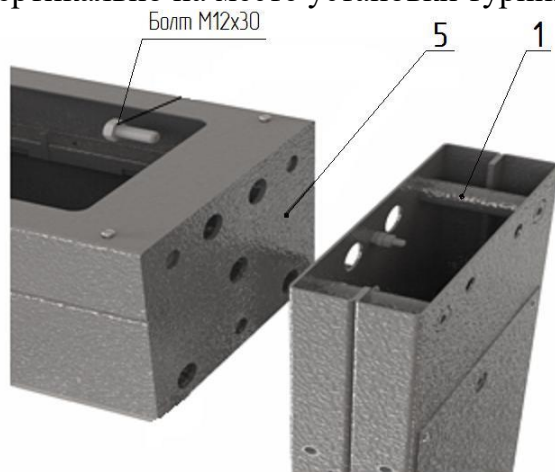

Рис. 1 Соединение стойки крыла прохода **1** с рамой привода **5**
1. Сборка турникета (рис. 1, 2, 3):
– положите на пол, предварительно постелив лист картона, на боковую плоскость раму привода **5** (рис. 1), рядом аналогично положите две стойки крыла прохода **1** и **2**; состыкуйте указанные элементы друг с другом присоединительными элементами и закрутите по три болта M12 с каждой стороны; поставьте собранный портал вертикально на месте установки турникета.